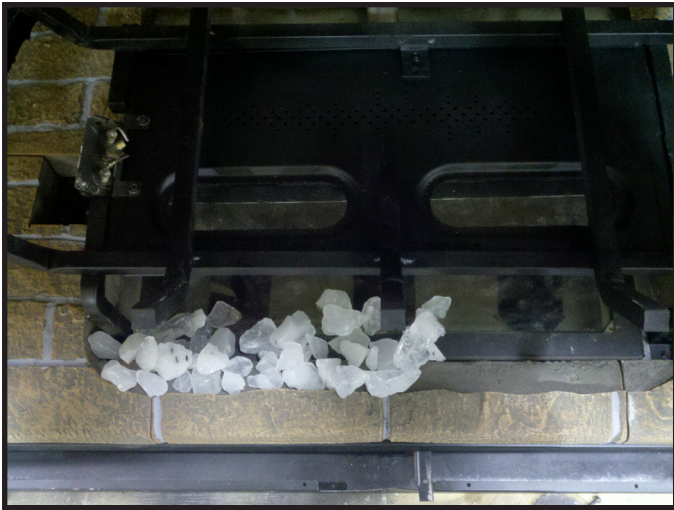

Figure 11.19. Installer le Teco-Sil
1. Installez le Teco-Sil le long du bord avant de la vitre comme il est indiqué à la figure 11.19. La pierre devrait suivre le contour découpé dans la brique réfractaire avant.